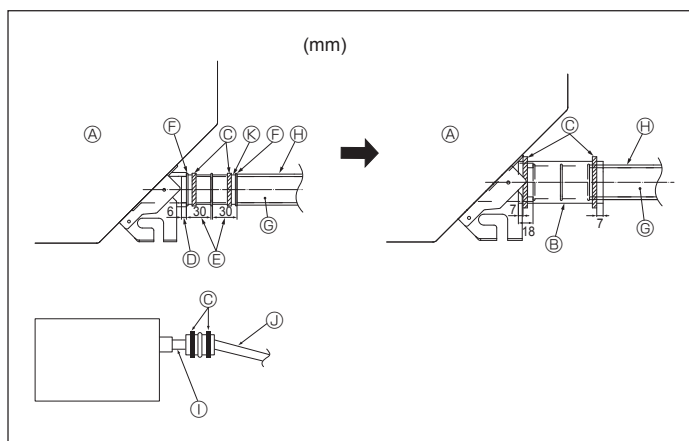

Fig. 5-2
1. Anslut dräneringsmuffen (medföljer enheten) till dräneringsöppningen. (Fig. 5-2) (Montera slangen med PVC-lim och säkra sedan med ett band.)